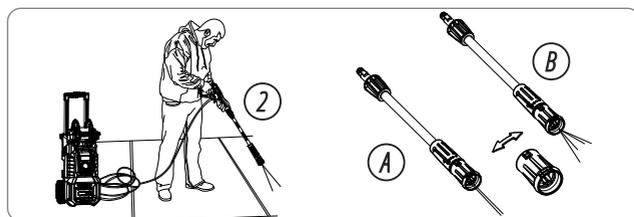

Fig. 13
3. Appuyez sur la gâchette ; un jet d'eau à haute pression sortira. Vous pouvez faire pivoter la bague de la buse réglable pour passer d'un jet large en éventail (fig. 13, A) à un jet concentré (fig. 13, B).